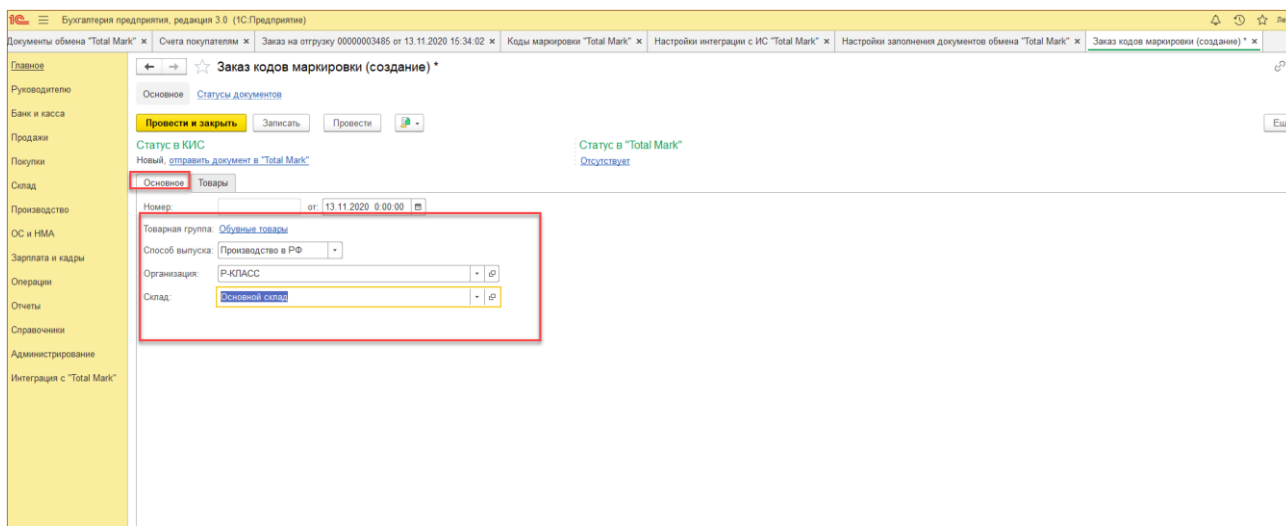

Рис. 7-2 - Создание Заказа КМ в 1С:БП
2. В открывшемся документе вручную заполнить вкладку «Основное»: Товарная группа, Способ выпуска, Организация, Склад (Рис. 7-2);